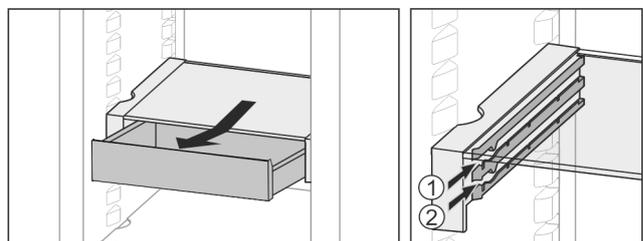

Fig. 34
- ▶ In beliebiger Höhe Fig. 34 (1) oder Fig. 34 (2) einschieben.